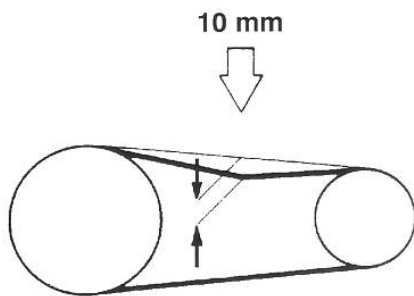

Рисунок 10 - Проверка натяжения ремня.
3.3.2.7. Проверка натяжения приводного ремня заключается в проверке его состояния. Правильным натяжением ремня является состояние, когда ремень не проскальзывает под нагрузкой и прогибается на $(5\div 10)$ мм при нажатии пальцем между двумя шкивами (рисунок 10).